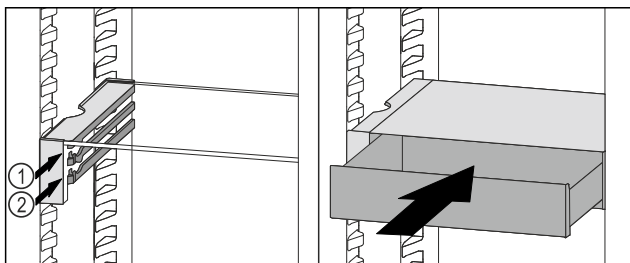

Fig. 149
- A VarioSafe-fiókot az ütközők mögött helyezze a kívánt bordára a Fig. 149 (1) vagy Fig. 149 (2) szerint.